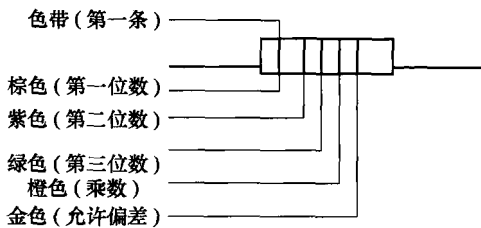

图 1-20 三位有效数字色环表示
3) 读数阻值单位是欧姆 ( $\Omega$ )。如图 1-20 所示, 按表 1-2 所列标准读出标称电阻值为  $175000\Omega$  ( $175k\Omega$ )。